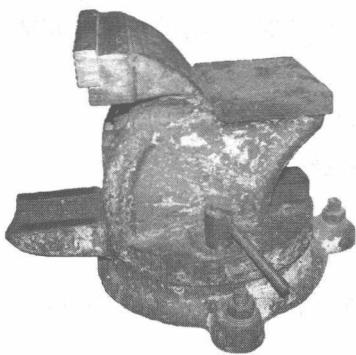

图 1-13 安装固定钳身
(1) 将固定钳身 7 置于转盘座 6 上,使固定钳身 7 上的左右两孔分别对准夹紧盘 5 上的螺孔,然后插入两个手柄 4 并顺时针旋转,将固定钳身 7 固定,如图 1-13 所示。